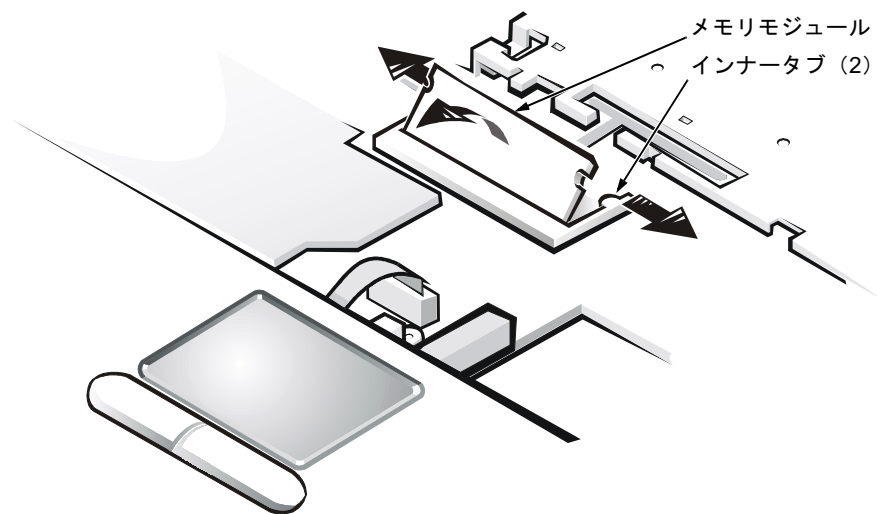

図 13 メモリモジュールの取り外し
4. メモリモジュールをソケットから外すには、メモリモジュールソケットのインナータブを、メモリモジュールがソケットから外れる程度に広げます。(わずかに浮き上がります) (図 13 参照)。
モジュールの端のどちらかがカチッと音をたてず、タブに入っていない場合には、メモリモジュールを取り外してやり直してください (図 13 参照)。